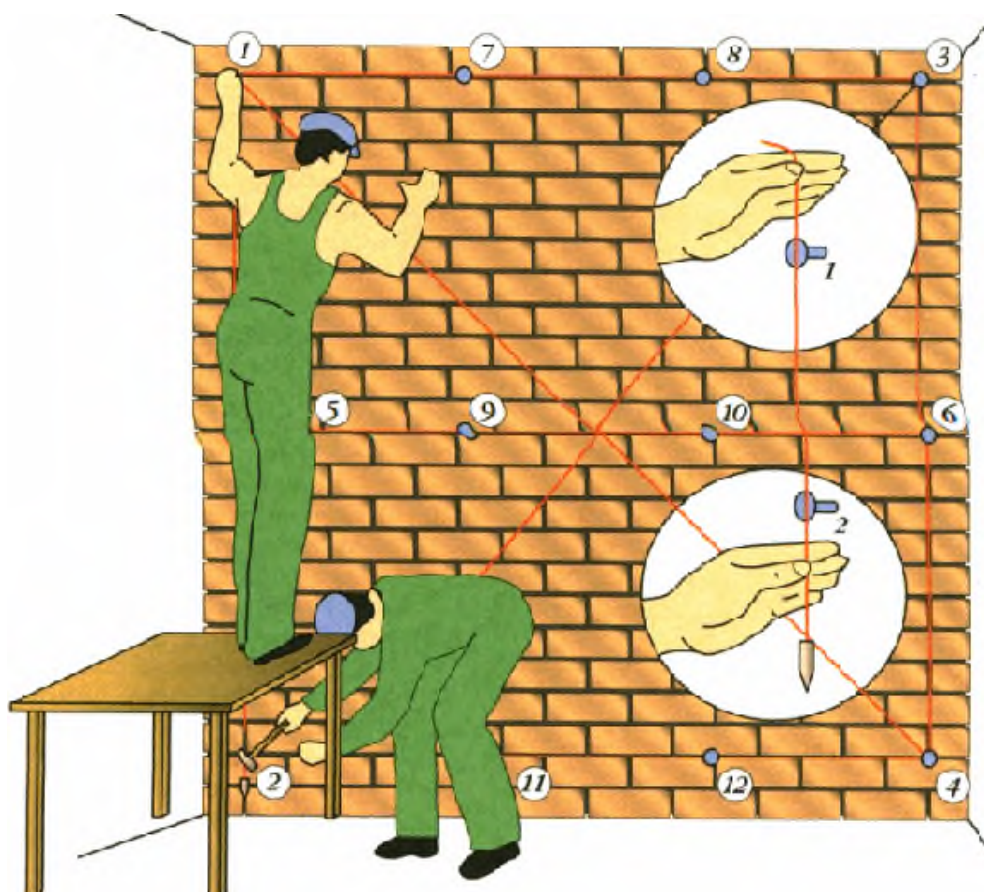

Рис.3.1. Провешивание стен
3.1. Определить состояние базовых поверхностей, произвести измерение неровности поверхностей (провесить стены) и выбрать соответствующий способ облицовки (рис.3.1).